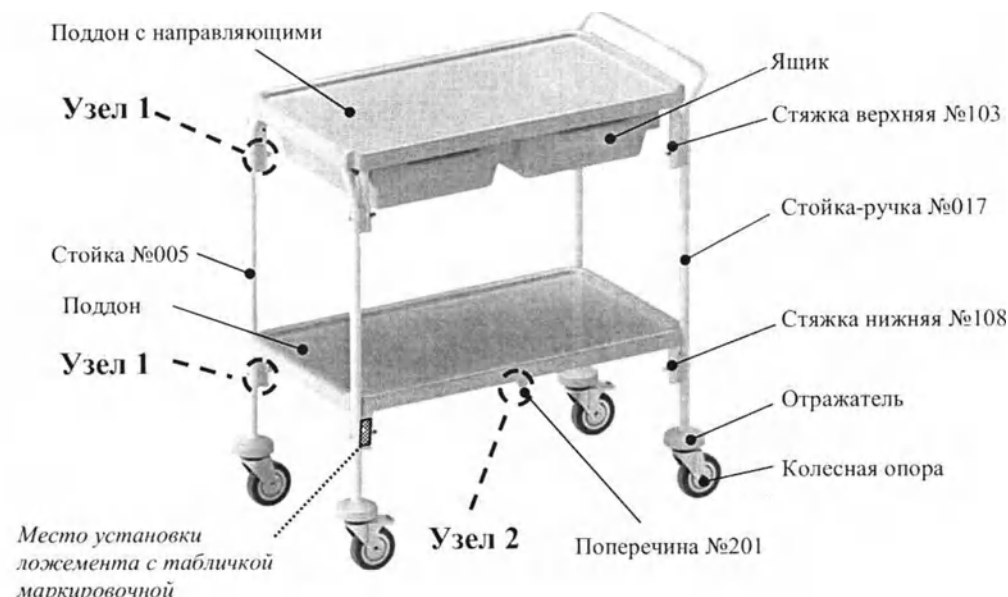

Рис.2
1. Соединить стойку №005 с стойкой-ручкой №017 стяжками верхними №103 и нижними №108 (рис.2), зафиксировав соединение крепежными элементами (Таблица 7, Узел 2).
2. Соединить стяжки нижние №108 поперечиной №201 (рис.2) зафиксировав соединение крепежными элементами (Таблица 7, Узел 2).
3. Установить поддон с направляющими, плотно зафиксировав его на стяжках верхних №103 и стойке №005 (рис.2).
4. Установить поддон, плотно зафиксировав его на стяжках нижних №108 (рис.2).
5. Установить в направляющие, закрепленные на поддоне, ящики (рис.2). Направляющие снабжены упорами от выпадения ящиков при выдвижении.